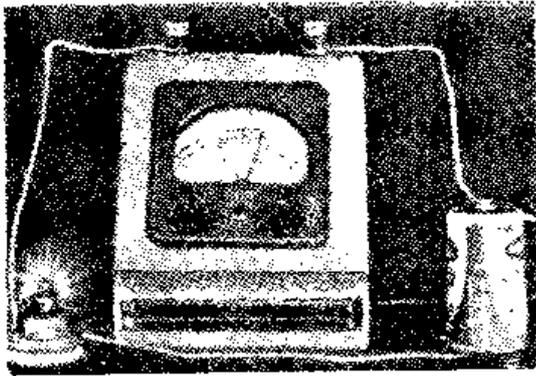

Рис. IV.23.
В некоторых цепях, например в радиосхемах, проходят очень небольшие токи. В этом случае необходимо использовать измерительные приборы, способные показывать тысячные доли ампера. Такие приборы называются миллиамперметрами (рис. IV. 23). Если миллиамперметр имеет шкалу от 0 до 300 *ма*, то это означает, что такой прибор способен показывать ток от нуля до трехсот тысячных долей ампера. Триста тысячных долей ампера равны трем десятым долям ампера ( $\frac{300}{1000}a = \frac{3}{10}a = 0,3a$ ).
**Рис. IV.23.** Миллиамперметр показывает 185 ма. Такой ток проходит через 1,5-вольтовую осветительную лампочку, когда она подключается к элементу для электрического карманного фонарика.